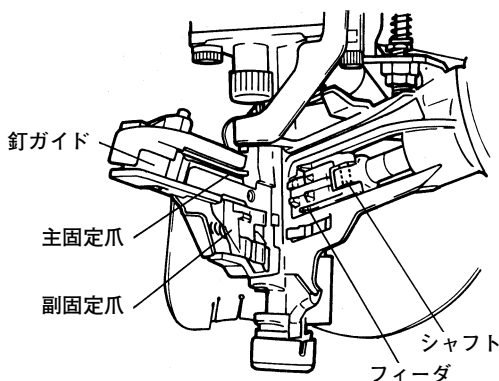

図 25
- 図 25 のように釘ガイドを開いて、附着しているごみやほこりを掃除し、特にフィーダの摺動する溝とシャフト部には付属の油を注油してください。